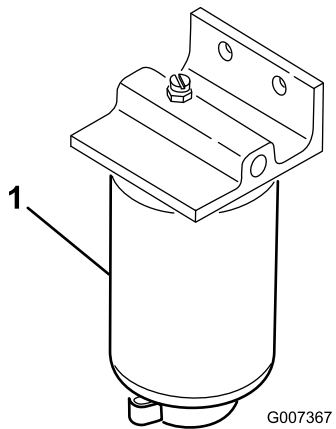

图41
2. 清洁滤清器过滤筒的安装区域 图41。
4. 打开滤清器排油塞和通气阀 图41。